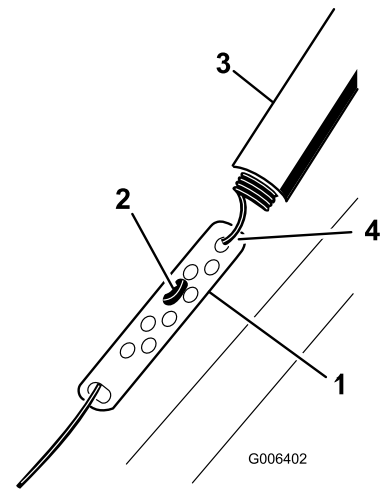

Figura 21
1. Deslice hacia arriba el protector del muelle y desenganche el muelle de la pletina de ajuste (Figura 21).
2. Mueva el enganche en Z a un taladro superior o inferior de la pletina de ajuste, según sea necesario, para obtener el espacio de 2 mm–3 mm (1/16"–1/8") entre la barra de control y el manillar (Figura 21).